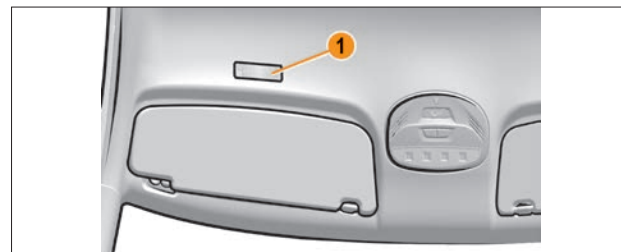

Рис. 2. Микрофон MMC
2.3. Ниже приведено описание особенностей управления автомобилем с автоматической (АКП) коробкой передач и левым расположением органов управления (см. рис. 2), которые необходимо учитывать при эксплуатации автомобиля согласно требованиям основного РЭ автомобиля:
Перед солнцезащитным козырьком водителя расположен микрофон 1 MMC (рис. 2).